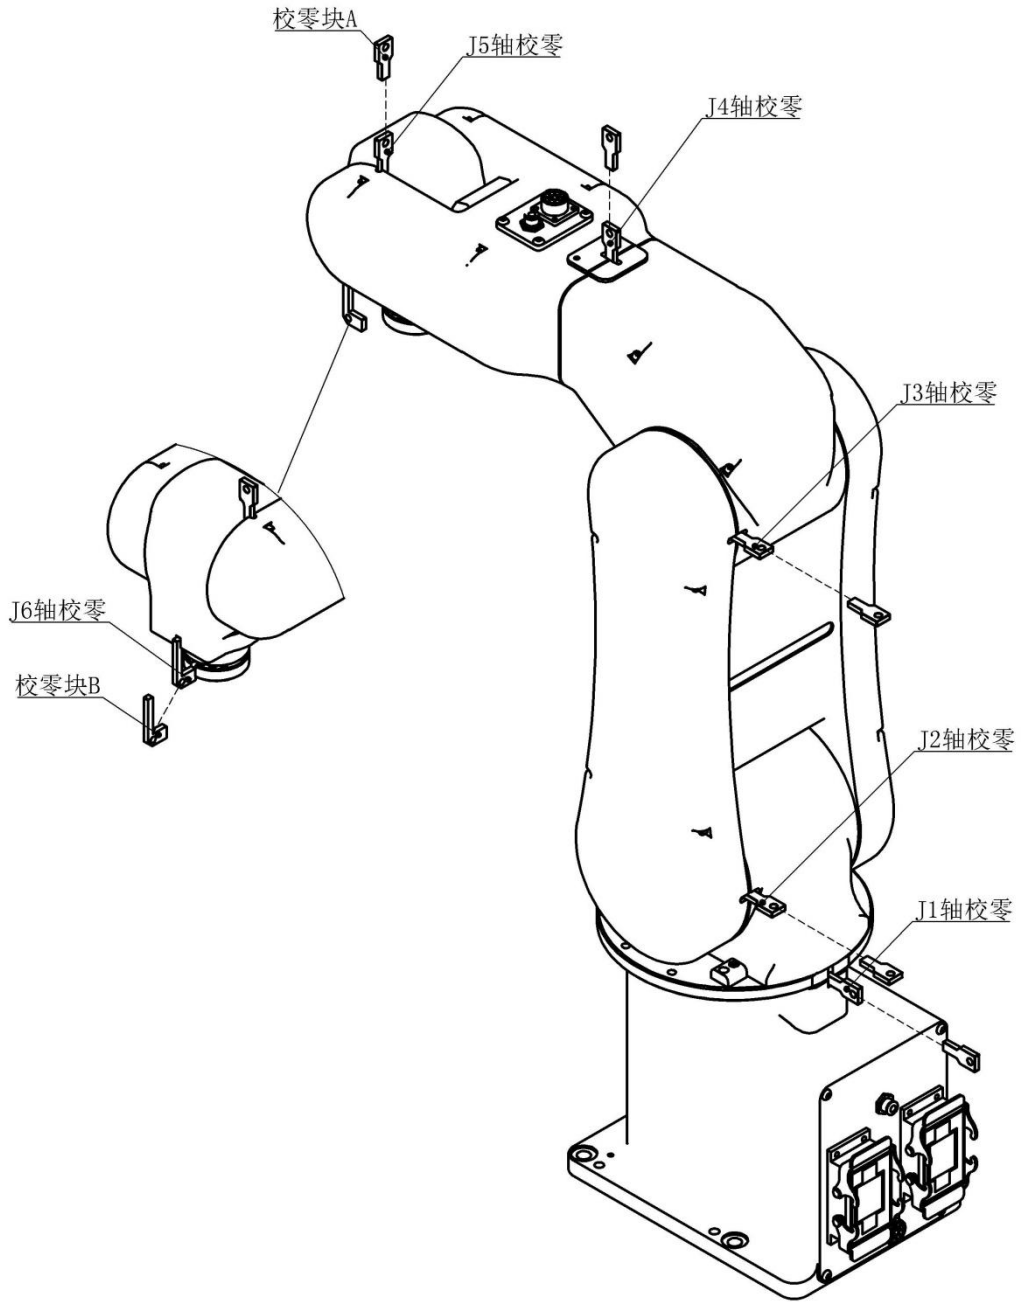

图 3.3 校零图
*1 各轴同步带对位置见图 3.3
机器人在出厂前，已经做好机械零点校对，当机器人因故障丢失零点位置，需要对机器人重新进行机械零点的校对。HSR-JR605 机器人标准品零点校对参照图 3.3。